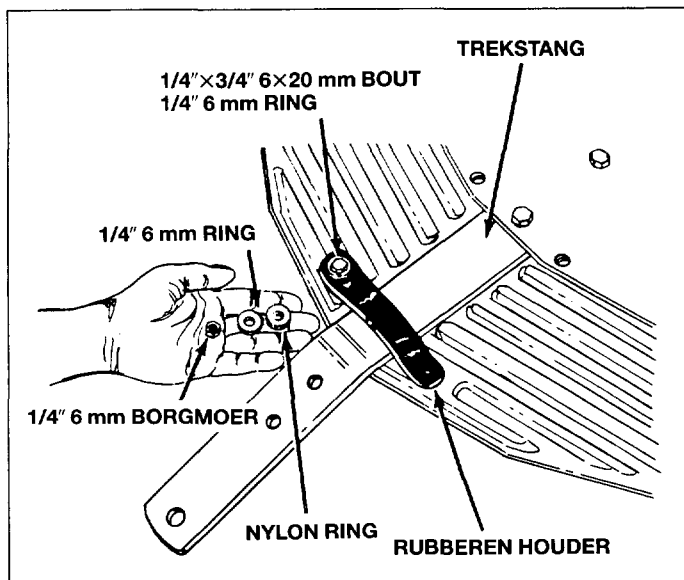

Fig.5
4. Monteer de rubberriem op de twee spatborden en over de trekstang. Zie fig. 5.
Zet vast met twee zeskante bouten 6×20 mm (1/4×3/4"), vier platte ringen 6 mm (1/4"), twee nylon ringen en twee borgmoeren 6 mm (1/4"). Druk de bouten en een platte ring door de rubberriem en de spatborden. Bring vervolgens de nylon ring en de platte ring aan op de bout en draai de zeskante bout aan. Zie fig. 5.